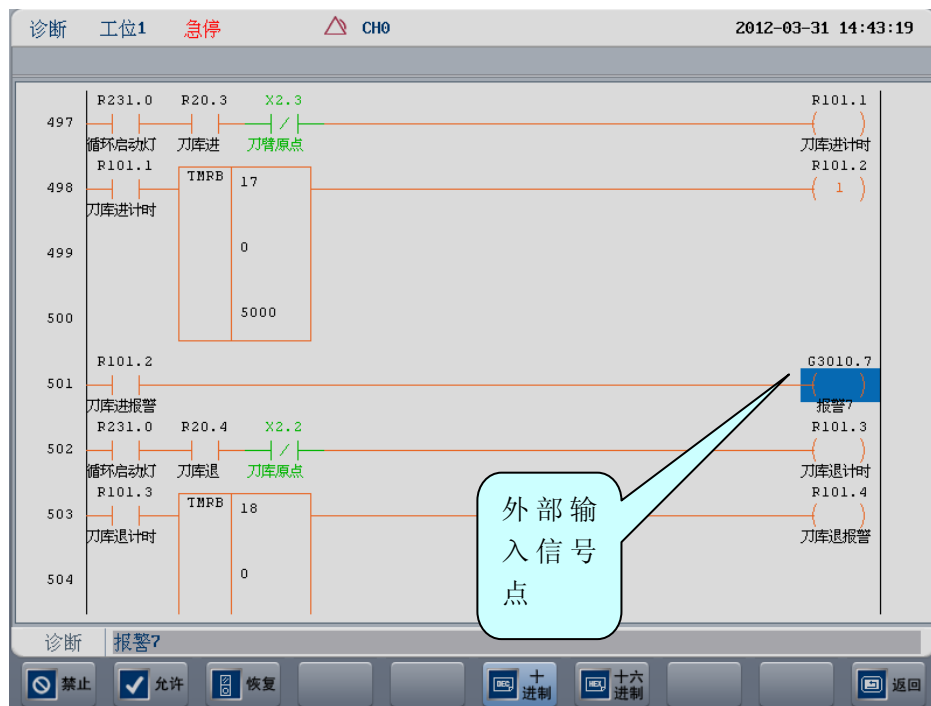

图 6.6.3 定位最终点
- 6) 如图 6.6.3 中第 497 行, 可知当前刀库进到位需要 X2.3 的断开信号;